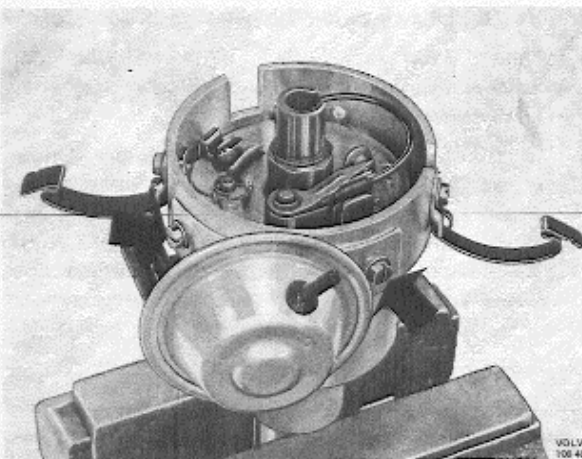

Abb. 3-49 Ausbau des Unterdruckverstellers
2. Sicherungsring für die Zugstange vom Unterdruckversteller ausfedern. Unterdruckversteller abbauen, siehe Abb. 3-49.